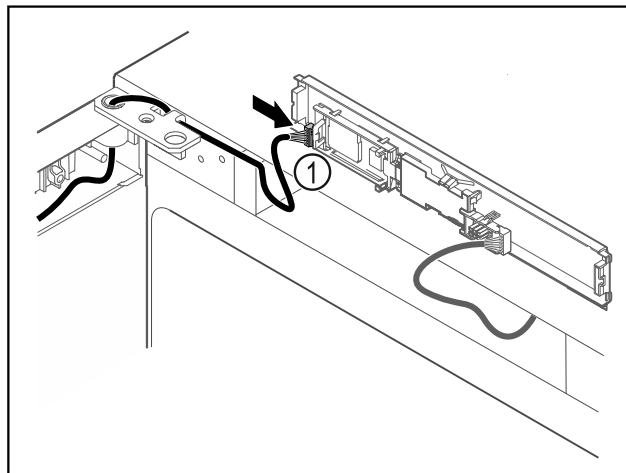

Fig. 60
- Piespraudiet spraudni Fig. 60 (1) pie shēmas plates.